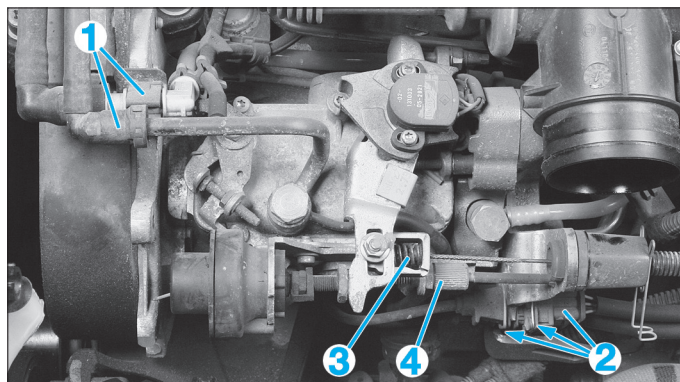

FIG. 25
- Désaccoupler et obturer les canalisations (1) d'arrivée et de retour de carburant situés à proximité du carter de distribution (Fig.25).
- les connecteurs (2),
- le câble d'accélérateur (3),
- le câble de ralenti accéléré (4).